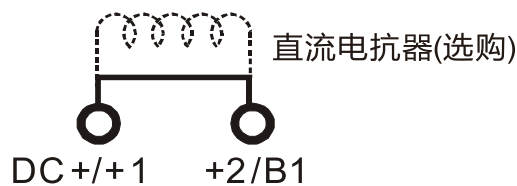

图 5-2
- ☑ 下图5-2为用来改善功率因子之直流电抗器的连接端子。出厂时，其上有连接短路片。连接直流电抗器时，先取出此短路片再安装直流电抗器。